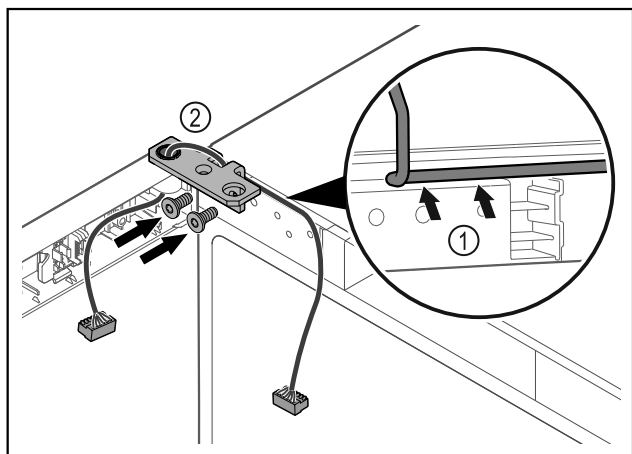

Fig. 47
- ▶ Provedite kabel kroz izrez na kutnoj šarci i oprežno ga položite Fig. 47 (1).
- ▶ Navrnite kutne šarke Fig. 47 (2).